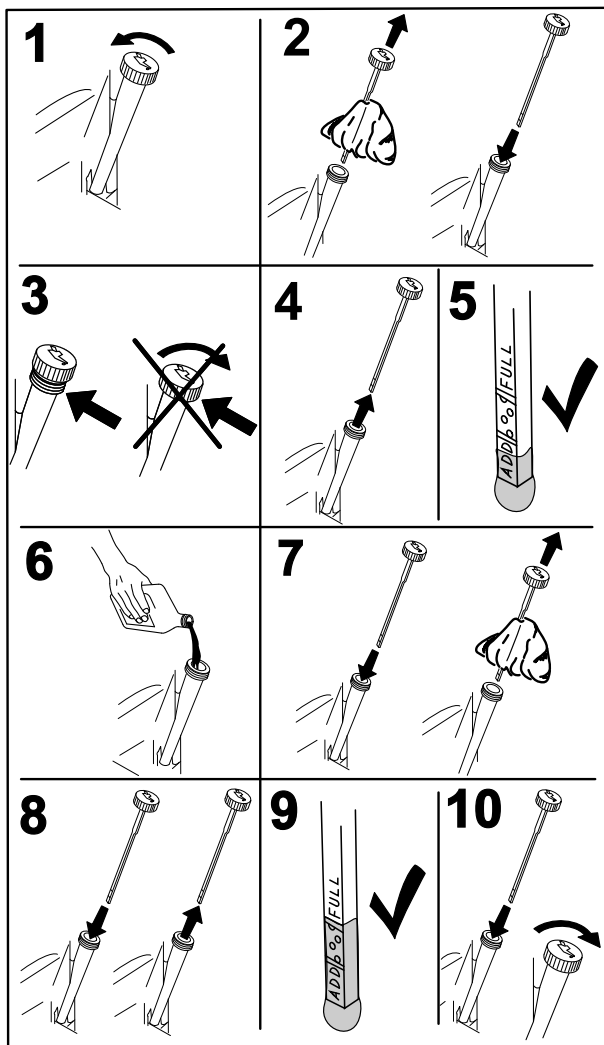

Figure 47
2. Avant de quitter la position de conduite, coupez le moteur, enlevez la clé de contact et attendez l'arrêt de toutes les pièces mobiles (Figure 47).